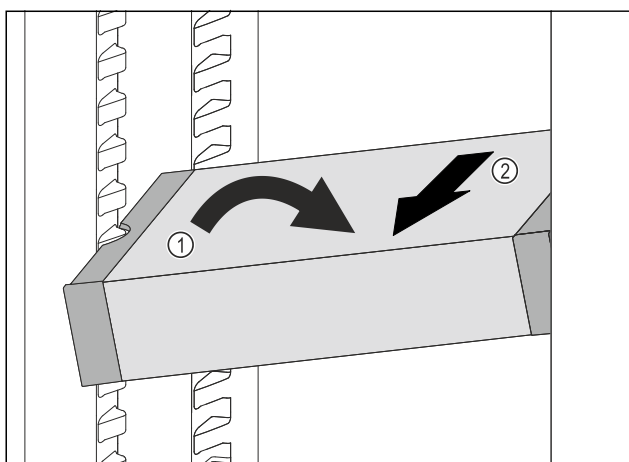

Fig. 111
- ▶ Расположите VarioSafe в холодильном отделении под наклоном. Fig. 111 (1)
- ▶ Извлеките VarioSafe движением вперед. Fig. 111 (2)